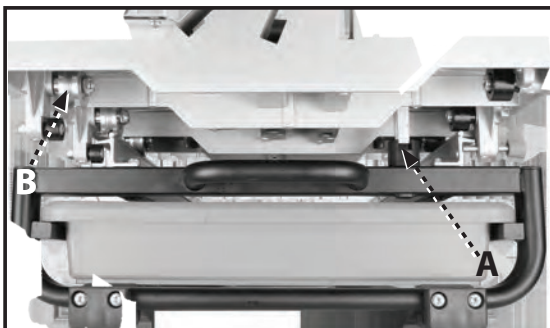

FIGURE 8
1. Placez le verrou de table rainuré (A, fig. 8) dans la position ouverte de sorte que la rainure soit parallèle aux rails sur le bâti principal.
2. Placez la table de travail (9), de sorte que les deux paliers de gauche (B, fig. 8) sur le fond s'engagent, l'un sur le dessus et l'autre en dessous, avec le rail gauche du bâti principal. La roue sur le côté droit de la table de travail devrait monter le long du rail de droite sur le bâti principal.